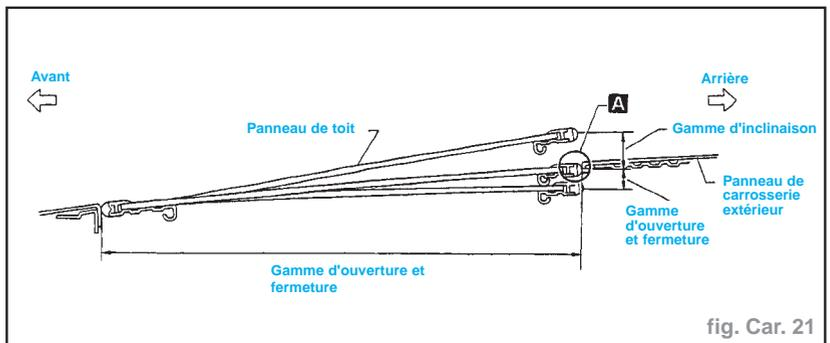

fig. Car. 21
- Fermer complètement le panneau de toit ouvrant (position **A**) en appuyant sur les commutateurs OPEN et TILT (OUVERTURE ET OUVERTURE INCLINÉE) (fig. Car. 21).